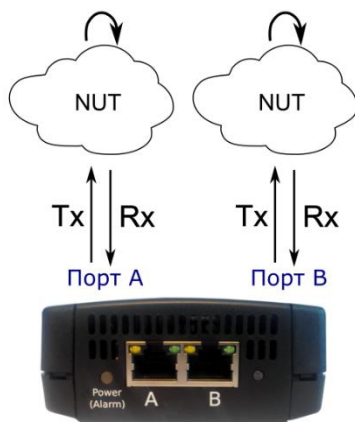

Рисунок 10.4. Подключение прибора для проведения двух тестов. Вариант 2
2. Оба порта прибора подключаются к сети и одновременно проводятся измерения с порта А на порт А и с порта В на порт В (см. рис. 10.4). Для перенаправления трафика используется другой прибор или аналогичное оборудование.